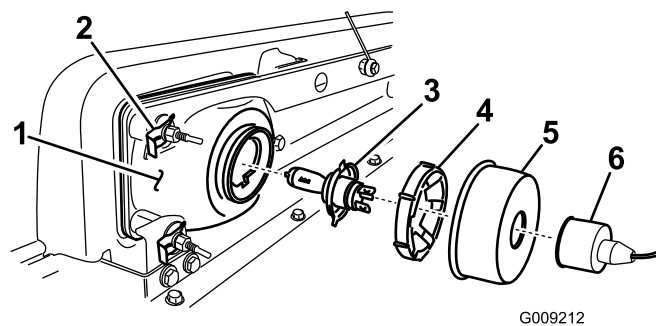

図 31
2. 保護用のゴム製ブーツを外す(図 31)。
2. ヘッドライト・アセンブリ全体を前に押出して、前バンパーから外す（図 31）。
3. 取り付け穴に新しいヘッドライトを取り付ける（図 31）。柱状の合いマーク突起がバンパー側の取り付けブラケットの穴にそろうように取り付けること。